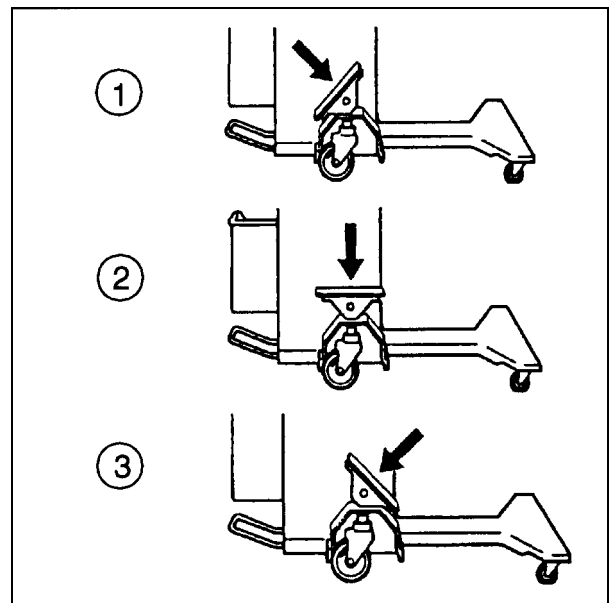

Fig. 1
- Pedalstellungen wie 1/Fig. 1
- Pedalstellungen wie 2/Fig. 1
- Pedalstellungen wie 3/Fig. 1